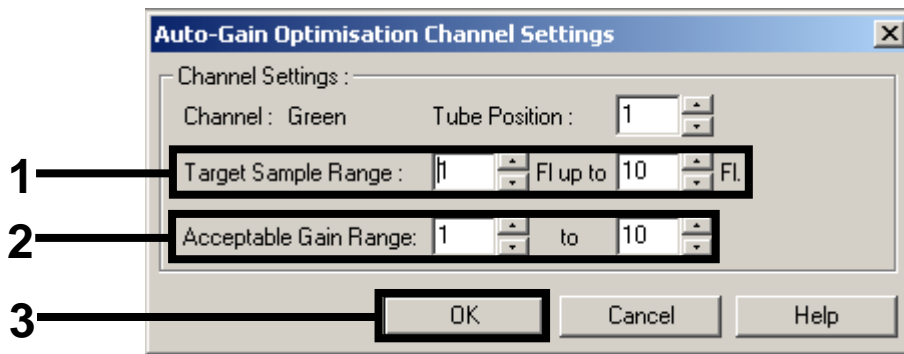

Figura 7. Regolazione dell'ottimizzazione del gain per il canale Green. Queste regolazioni sono necessarie per ogni canale (Green, Yellow e Orange).
9. Regolare l'ottimizzazione del gain. Selezionare un "Target Sample Range" (Range del campione target) da 1 FI a 10 FI e un "Acceptable Gain Range" (Range di gain accettabile) da 1 a 10 (Figura 7, esempio per il canale Green (Verde)). Queste regolazioni sono necessarie per ogni canale (Green, Yellow (Giallo) e Orange (Arancione)).